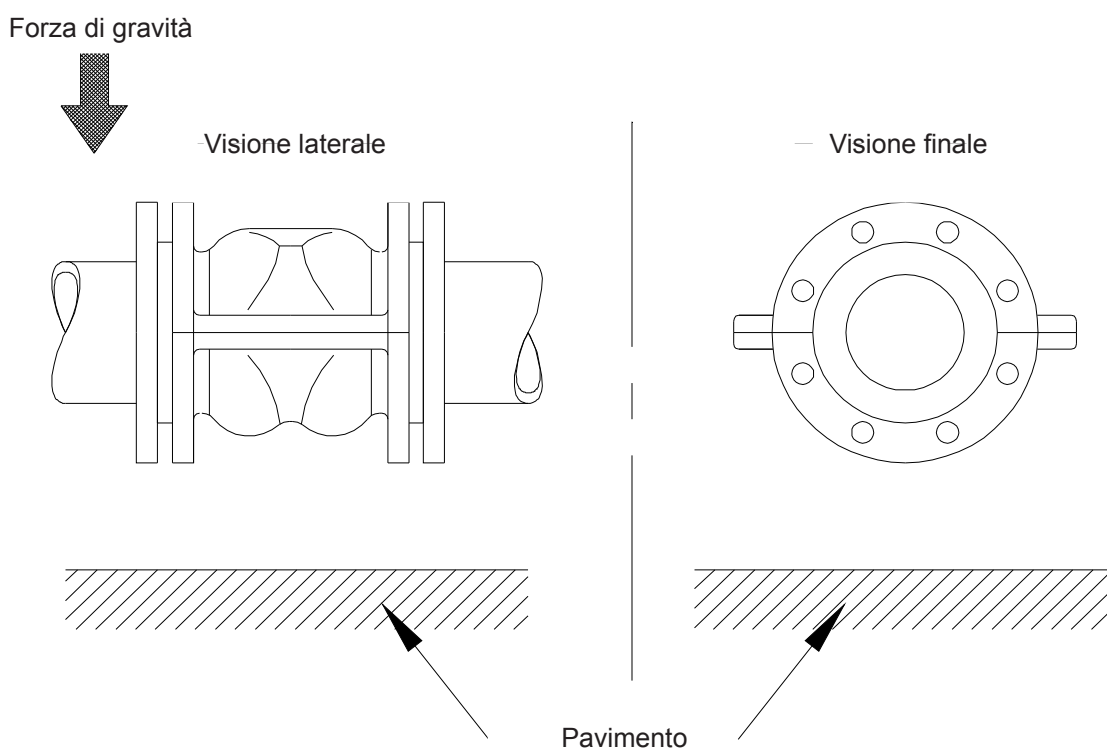

Figura 2-2: regolazione durante il montaggio in una tubazione orizzontale
3) Durante il montaggio in una tubazione orizzontale deve essere garantito che la valvola con lo spazio venga montata in posizione orizzontale. In una tubazione verticale la valvola RVA può essere montata in qualunque posizione (vedi figura 2-2).